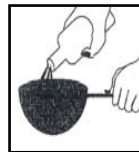

Fig. 8
3. Remplissez de nouveau le réservoir avec l'huile en la faisant passer à travers une petite passoire métallique ou un filtre en papier. (Fig. 8)